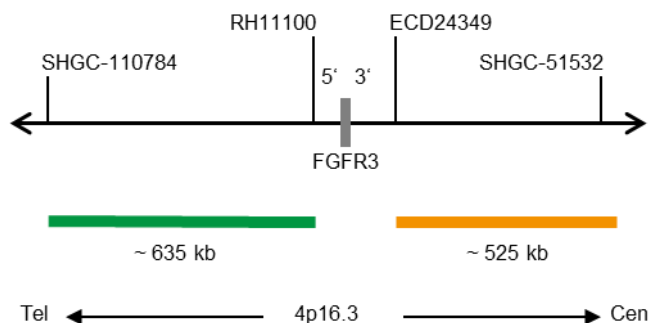

Fig. 1: SPEC FGFR3 Mappa della sonda (non in scala)
- Polinucleotidi (~10 ng/μl) marcati con ZyGreen (eccitazione 503 nm/emissione 528 nm), che hanno come bersaglio sequenze mappate in 4p16.3* (chr4:1,093,149-1,729,455) distali alla regione del breakpoint FGFR3 (vedere Fig. 1).
- Polinucleotidi (~4,5 ng/μl) marcati con ZyOrange (eccitazione 547 nm/emissione 572 nm), che hanno come bersaglio sequenze mappate in 4p16.3* (chr4:1,922,997-2,446,931), prossimali alla regione del breakpoint di FGFR3 (vedere Fig. 1).